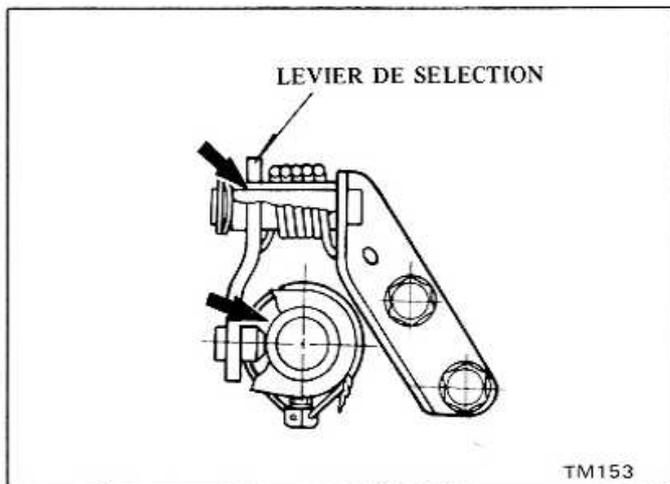

Fig. TM-48 Points de graissage du levier de sélection
2. Lubrifier le levier de fourchette avec la graisse à usages multiples recommandée aux emplacements indiqués par des flèches à la figure TM-48.